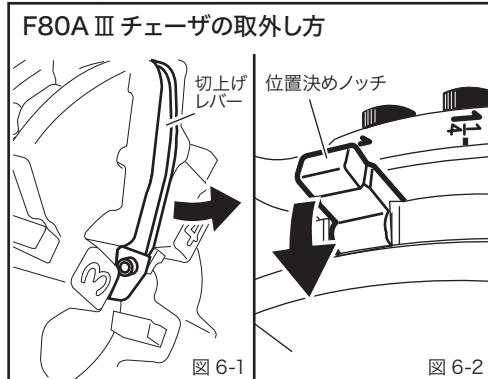

図 6-1 図 6-2
- ①ダイヘッドをオープン (切上レバーがブロック溝から外れ、チエーザが開いた状態) にしてください。(図 6-1)